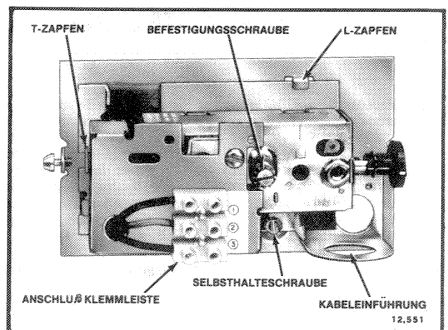
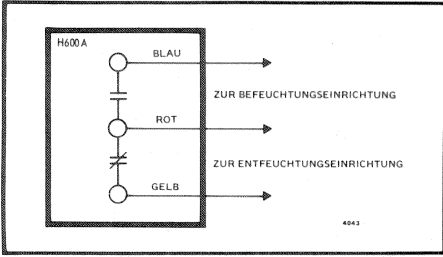

BILD 2-DECKEL ABGENOMMEN.
BILD 5 - H600A ANSCHLUßBILD BEFEUCHTEN - ROT UND BLAU. ENTFEUCHTEN - ROT UND GELB.
4. Reglergehäuse unter die Zapfen der Montageplatte schieben und Selbsthalteschraube festziehen (siehe Bild 2).
5. Elektrischer Anschluß erfolgt nach Bild 5.
Leitung durch Öffnung in der Montageplatte oder Kabeinführung Stecken (siehe Bild 2). Wird die Kabeinführung nicht benutzt, Öffnung mit dem dafür vorgesehenen Gummistopfen verschließen. Es ist darauf zu achten, daß keine Fremdbeeinflussung oder Luftzug die Funktion des Feuchtereglers beeinträchtigt. Die elektrischen Anschlüsse sind nach Bild 5 vorzunehmen.